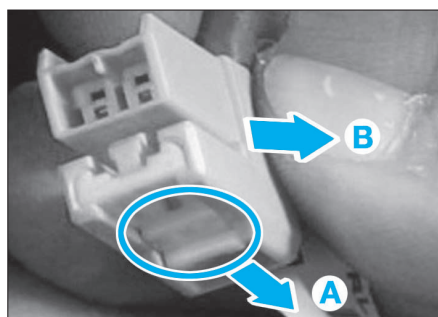

FIG. 49
- Débrancher le connecteur de l'airbag passager (17) (Fig.49).